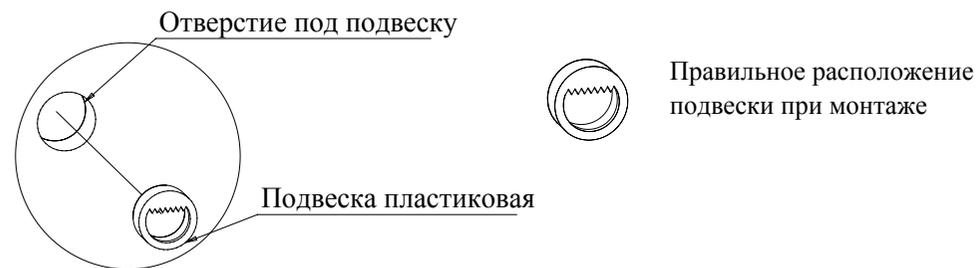

Рис.1
1. Установите подвески пластиковые (Рис. 1).
**Важно:** установите подвеску пластиковую таким образом, чтобы площадка с зубчатой опорой была строго вверх (Рис. 1). Такое расположение подвески обеспечит легкое выполнение монтажа изделия на стене и его регулировки.